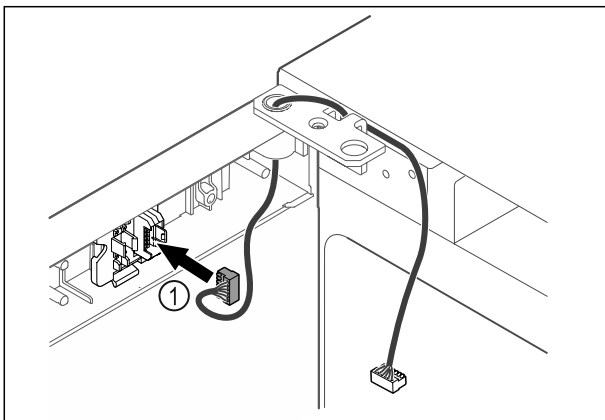

Fig. 42
- Sätt in kontakten Fig. 42 (1) i kontakthållaren.